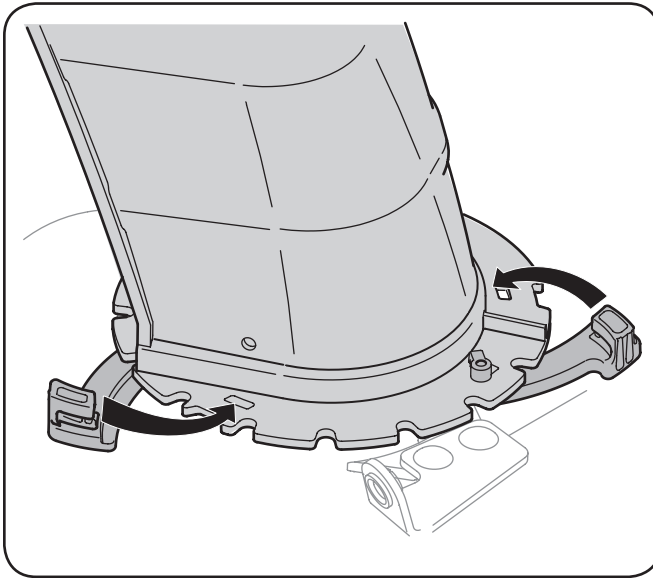

Figura 3-4
2. Cierre a los guardas de reborde para asegurar la asamblea de tobogán a la base del tobogán. Los guardas de reborde harán clic en el lugar cuando aseguran apropiadamente. Vea la Figura 3-4.